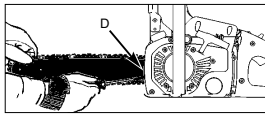

Fig. 5
1. Halten Sie die Spitze der Leitschiene nach oben und drehen Sie die Justierschraube (D) **IM UHRZEIGERSINN**, um die Spannung der Kette zu erhöhen. Drehen Sie die Schraube **ENTGEGEN DEM UHRZEIGERSINN**, lockert sich die Spannung der Kette. Prüfen Sie, ob die Kette ganz um die Leitschiene angelegt ist (Abb. 5).